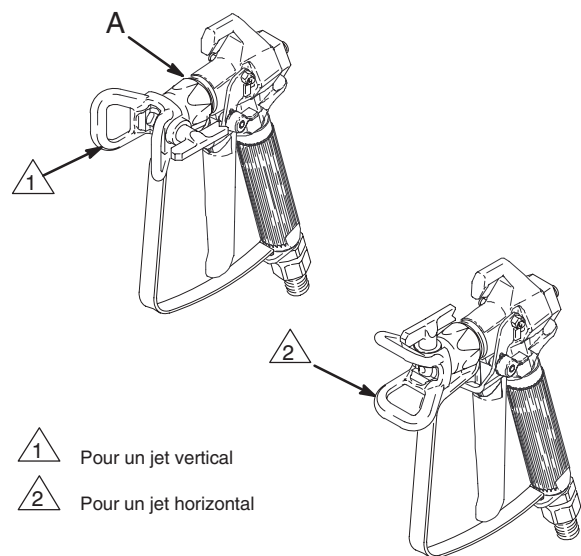

Fig. 10
La protection de buse permet de réduire les risques liés à la pulvérisation et empêche de se placer à proximité de la buse de pulvérisation. Elle permet également de donner au jet une forme horizontale ou verticale. Voir Fig. 10. La protection de buse comporte une buse réversible, qui se trouve en position de pulvérisation lorsque sa manette est orientée vers l'avant. Voir Fig. 8.
- c. Régler le sens du jet. Voir Fig. 10. Verrouiller la gâchette. Desserrer l'écrou d'arrêt (A). Positionner la protection de buse selon la forme du jet, horizontale ou verticale. Maintenir la protection en place et resserrer l'écrou.